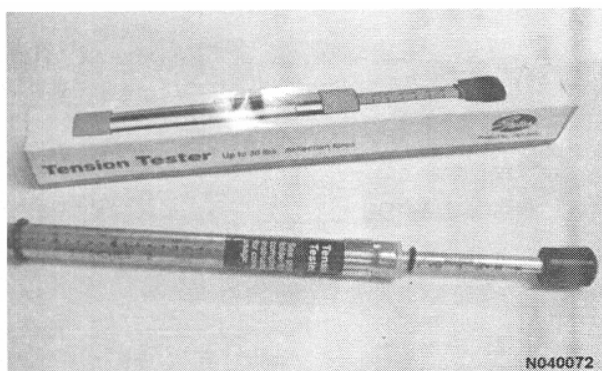

FIGURA 4-13. HERRAMIENTA PARA TENSION DE LA CORREA – XA3379
**NOTA:** Este procedimiento ha sido redactado para utilizarse con la herramienta para tensión de la correa (XA3379), que se muestra en la Figura 4-13. Otras herramientas para tensión pueden diferir en funcionalidad.
2. Saque la correa de mando de la polea de la correa del compresor (1, Figura 4-13).